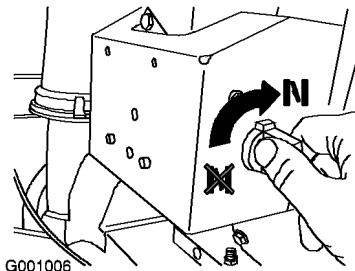

Figure 27
- Tournez la commande de starter à la position ouverte (Figure 27).